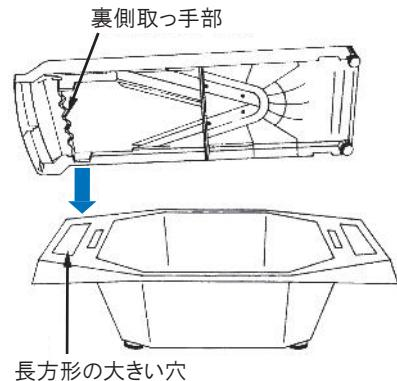

図20. サーバーボウルの使い方
ご使用の際は、図20の様にサーバーボウルの「長方形の大きい穴」に⑤本体の「裏側取っ手部」を差し込むと、スライサーが固定されます。